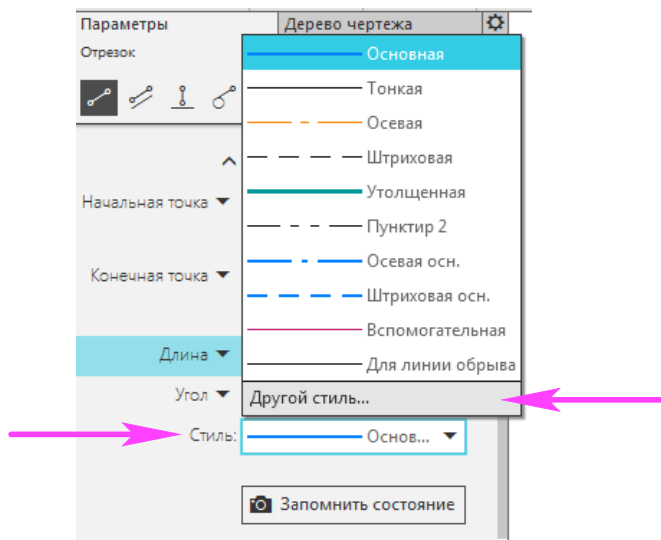

Рисунок 2
- 3) В развернувшемся списке выберите строку **Другой стиль....**(рисунок 2)